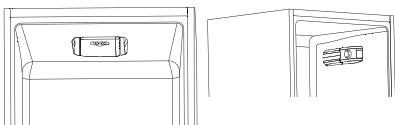

Fig.4
- A unidade do termostato para controlo do aparelho está localizada dentro do compartimento frigorífico (Fig.4). Gire o botão do termostato para além da posição "0". A luz fica acesa quando a porta do frigorífico está aberta.